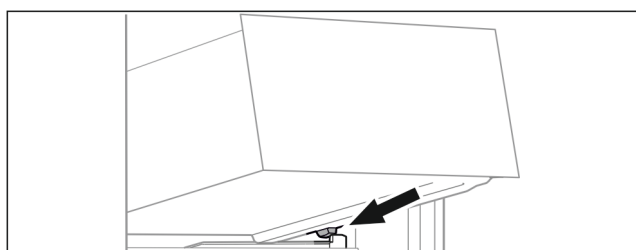

Fig. 60
- Schubfach schräg hinter den Stopperr auf Behälterterrippe aufsetzen. (siehe Fig. 60)